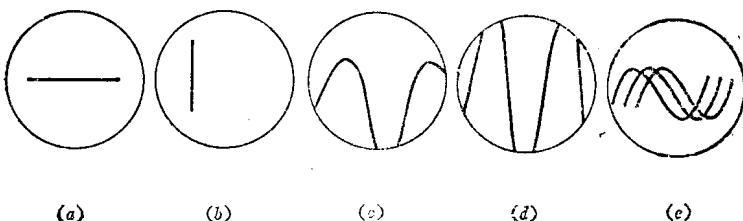

图 2-1 不正常的波形
3. 用示波器测试时, 显示出如图 2-1 所示不正常波形, 是由于什么原因引起的? 调节哪些旋钮可使波形正常?